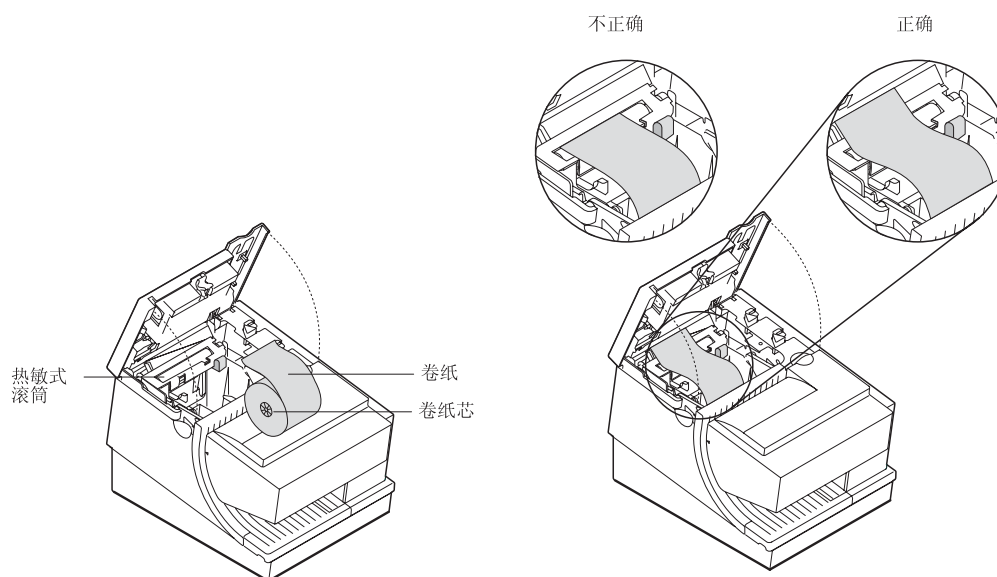

图 24. 打印纸装入路径（型号 TI5 和 TG5）
3. 请参阅第 50 页的图 24，并如图所示，将纸卷装进打印机卷纸桶中。打印纸前导边应从打印机正面切入，并如图所示穿过纸卷筒的顶部。如果从卷纸轴底部进纸，打印纸上将打印不出任何内容。
4. 将打印纸的前导边放在金属导轨上。请参阅图 24。